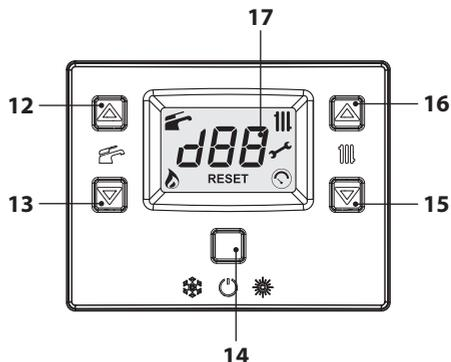
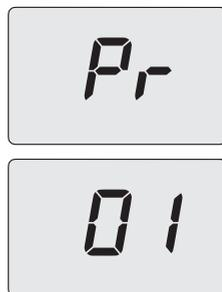

Figura 5.43
Figura 5.44
- Entrare in "modalità programmazione" premendo contemporaneamente per 10 secondi i tasti 14-15-16 (Figura 5.43) fino a far apparire sul display LCD le lettere **Pr** che si alternano al numero del parametro **01**, indicanti l'entrata nel "parametro 01" (Figura 5.44).
- Premendo il tasto 14 (Figura 5.43) si ottiene la conferma del valore inserito. Sul display appare per 3 sec. la scritta "Ok" (Figura 5.46), per poi visualizzare la lista dei parametri.